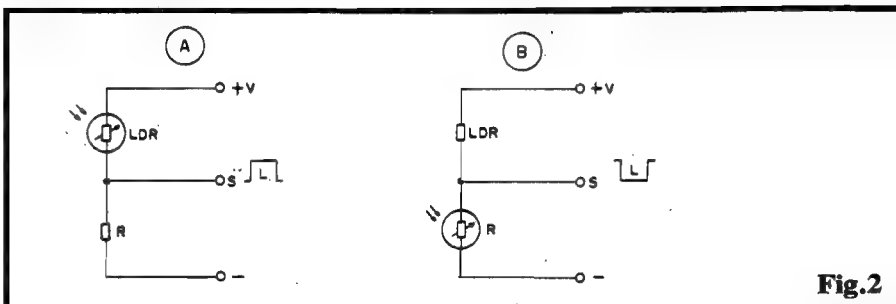

Fig.2
- **FIG. 2 - "RECOLHENDO" OS SINAIS ELÉTRICOS DE UM LDR** - A mera variação resistiva de um LDR, sob a presença de também variados níveis luminosos, normalmente não é diretamente "aproveitável", justamente pela citada baixa dissipação do dispositivo... Assim, em termos práticos, é mais simples e efetivo "recolher" os sinais elétricos através de um "truque" básico em DIVISOR DE TENSÃO... O diagrama mostra duas das estruturas mais usadas... Em 2-A temos o LDR formando um divisor de Tensão com o resistor R, estando o foto-sensor no "ramo superior" do dito divisor... Se submetermos o conjunto a uma Tensão contínua V (e - isso é importante - condicionando previamente o valor de R às nossas necessidades de excursão do sinal), o ponto S ("nó" do divisor de Tensão...) apenas apresentará um nível relativamente "alto" de Tensão, se o LDR estiver na presença de luz... Se o foto-sensor estiver na escuridão, o ponto de Saída S mostrará um nível de Tensão "baixo"! Com toda facilidade podemos "inverter" o comportamento do arranjo, simplesmente "trocando de lugar" o LDR e o resistor R, conforme sugere o diagrama 2-B (agora com o LDR no ramo inferior do divisor...). Nesse caso, o ponto de Saída S mostrará um nível de Tensão sensivelmente "baixo" quando o LDR estiver sob LUZ forte... Se o foto sensor for obscurecido, então o ponto S mostrará um nível substancialmente mais "alto", de Tensão... Observe, então, que as variações de Tensão no ponto S (em qualquer dos casos) será sempre notável, desenvolvendo-se em ampla gama, facilitando assim o trabalho de aproveitamento do sinal... Basta amplificarmos tal manifestação (via transistores, amplificadores operacionais Integrados, etc.) para podermos realizar quaisquer trabalhos mais "pesados", a partir dos sinais fornecidos pelo foto-sensor...